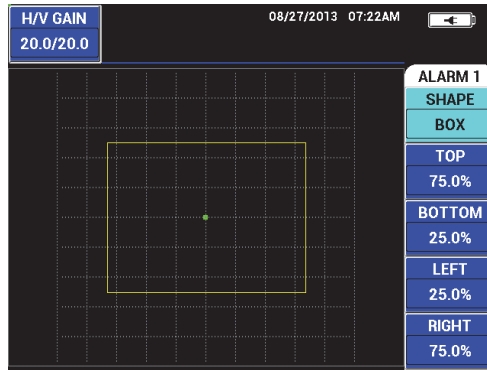

Figura 5-241 Menu alarme
2. Pressione a tecla A para selecionar o alarme **SHAPE** e, em seguida, use o botão para selecionar o tipo de alarme desejado: **BOX**, **SWEEP**, **SECTOR** ou **POLAR** (veja Figura 5-241 na página 304).